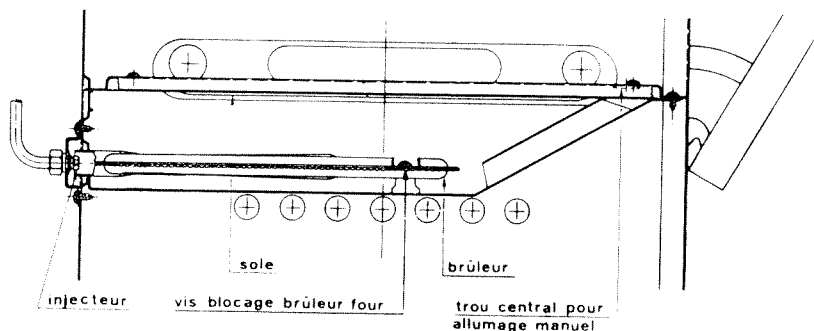

Fig. 2
- Déplacer les verrous vers le haut (fig. 2).
**CHANGEMENT DE L'INJECTEUR DU BRULEUR DE FOUR (Fig. 2)**
### REGLAGE D'AIR DU BRULEUR DE FOUR (Fig. 2)